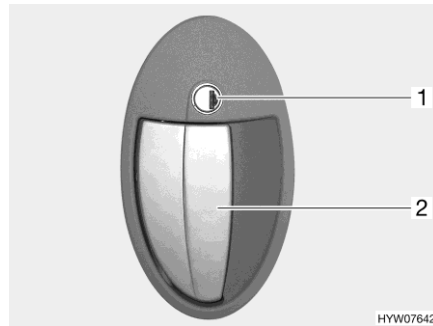

Fig. 50 Cerradura de la puerta (puerta de entrada en el exterior)
- Introducir la llave en el cilindro de cierre (Fig. 50,1) y girar en sentido de las agujas del reloj hasta que esté desbloqueada la cerradura de la puerta.
- Tirar del tirador de la puerta (Fig. 50,2). La puerta está abierta.
- Introducir la llave en el cilindro de cierre (Fig. 50,1) y girarla en sentido contrario a las agujas del reloj hasta que esté bloqueada la cerradura de la puerta.